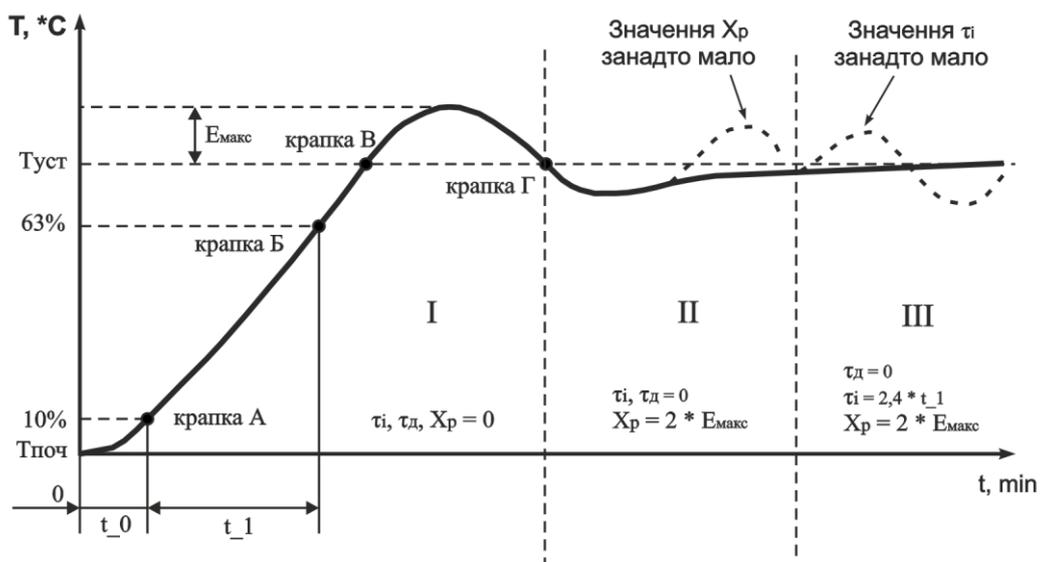

Рисунок 7.1 – Ручне налаштування ПІД-регулятора
7.2.5.2.3 Установити значення параметру $cH1 = 3$ ($cH2$, $cH3$, $cH4$). Після натискання кнопки **ENTER**, на індикаторі відобразиться блимаючий напис " $P\bar{c}\bar{d}$ " з відповідним індикатором номера налаштовуваного каналу, протягом часу 10 секунд (час може змінюватися залежно від установленого часу фільтра $Ft1$, $Ft2$, $Ft3$, $Ft4$). Після закінчення часу регулятор видасть безперервний максимальний вихідний сигнал, і на дисплеї відобразиться поточна температура із крапкою в молодшому розряді "xxx.". В результаті чого вихідне реле навантаження буде включене доти, поки не буде досягнута величина температури, рівна SP ($T_{уст}$). Після вимикання реле навантаження (стадія I, крапка B на рисунку 7.1) якийсь час температура по інерції продовжуватиме збільшуватися. Як тільки контрольована температура опуститься нижче SP ($T_{уст}$), процес автоналаштування закінчується (крапка Г рисунок 7.1), на дисплеї відображається безперервний напис " $P\bar{c}\bar{d}$ ". TR-101 обчислює коефіцієнти ПІД-регулятора: смугу пропорційності Xp , постійну часу
7.2.6.3.6 Виміряти максимальне значення перерегулювання між точками В і Г (Емакс. рисунок 7.1).